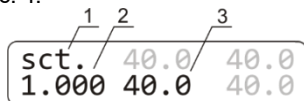

Рисунок 4. Дисплей в калибровочном режиме: 1. Индикатор калибровки; 2. Коэффициент калибровки; 3. Температура с текущим коэффициентом
6.2. Для изменения калибровочного коэффициента держите нажатой клавишу **TIME RUN/STOP** дольше 8 с для входа в калибровочный режим. На дисплее появится калибровочный коэффициент, см. рис. 4.
6.3. **Восстановление заводских установок.** Чтобы восстановить заводские установки, с помощью кнопок **▲** и **▼ T (°C)** установите значение коэффициента 1.000, как показано на рис. 4/1. Нажмите кнопку **▶/■ RUN/STOP** один раз, чтобы сохранить изменения.
6.4.5. Держите клавишу **TIME RUN/STOP** нажатой более 8 с, чтобы активировать режим калибровки. Дисплей покажет параметры, изображенные на рис. 4.